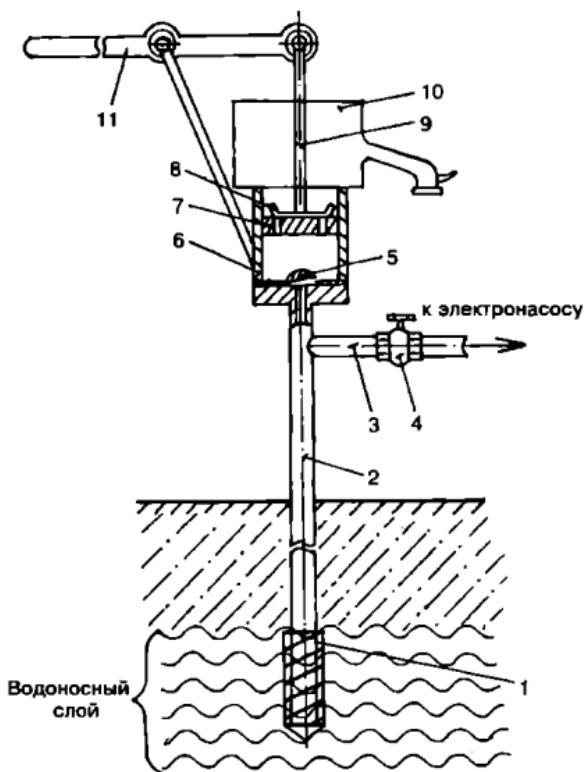

Рис. 43. Поршневой насос
- *Поршневой насос* по конструкции аналогичен штанговому насосу, но имеет некоторое отличие (рис. 43).